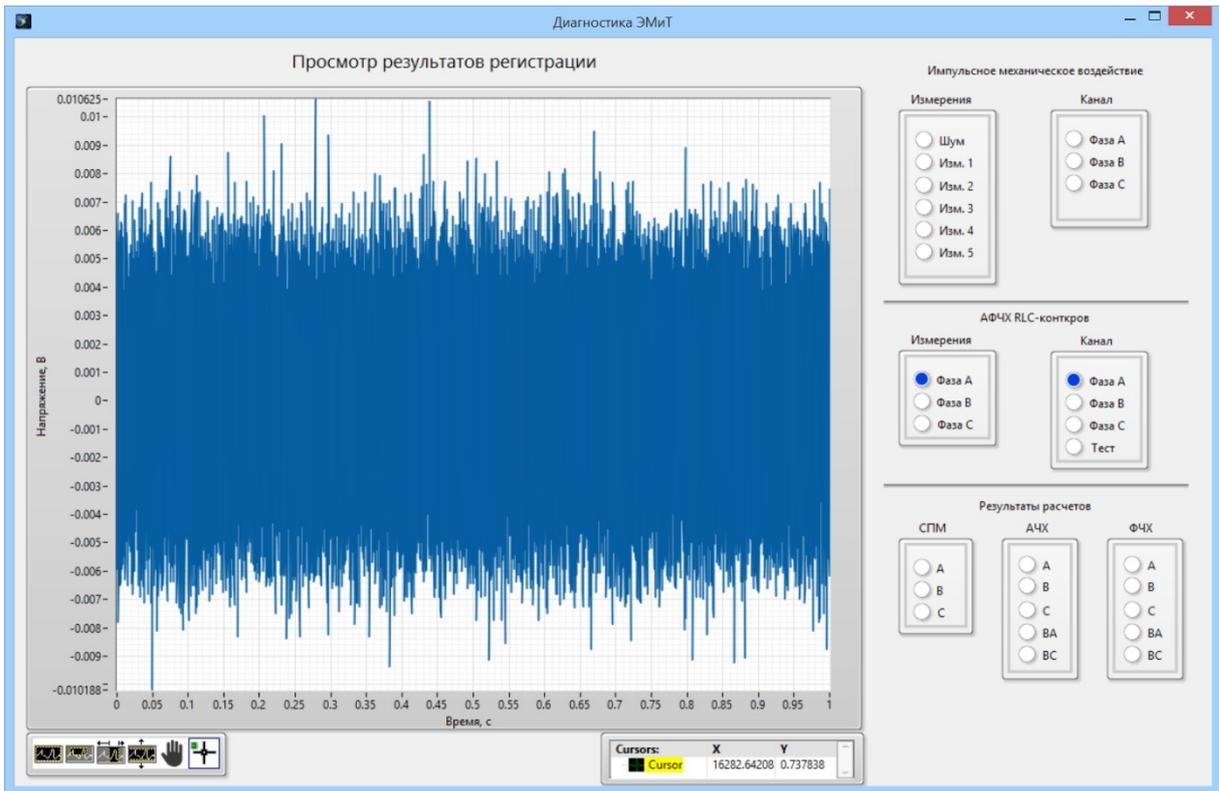

Рис. 21
3.5.12. Выбрав комбинацию из переключателей «Измерения» и «Канал» группы «АФЧХ RLC-контуров» на графике можно отобразить результаты измерений частотных характеристик объекта диагностики (рис. 21).